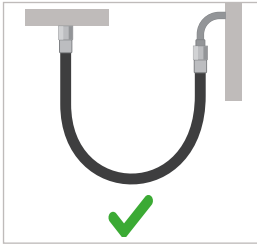
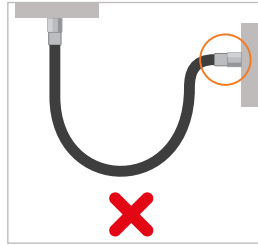

Figure 3
Figure 4
- ▶ Ne pas orienter ou plier le flexible au-delà du rayon de courbure admissible (voir *Chapitre 4. Caractéristiques techniques page 13*) (*Figure 3 et Figure 4*).